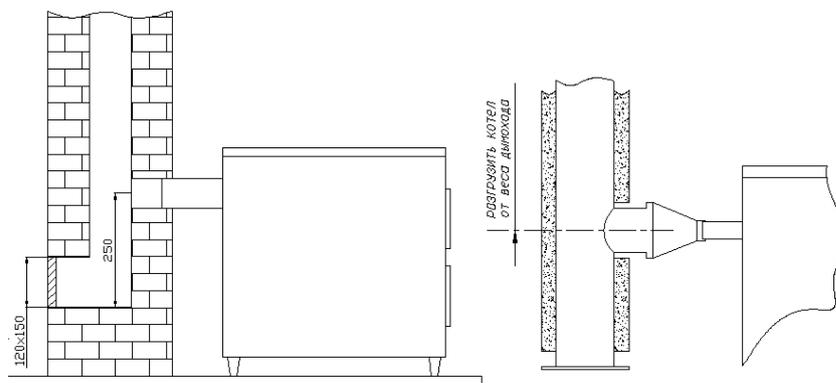

Рисунок 2 – Схема соединения котла с кирпичной (а) и стальной (б) дымовой трубой.
7.4. Соединение котла с дымовой трубой осуществляется с помощью дымохода (см. рис. 2; 3) и при необходимости, переходника изготовленного из жаропрочной стали. Сечение переходника не должно быть меньше выходного сечения дымохода котла. Переходник должен плотно обхватывать наружную поверхность дымохода. Переходник и трубы стального дымохода должны быть составлены и надеты так, чтобы избежать соскальзывание. **Соединение дымохода котла с переходником и переходника с дымовой трубой должно быть выполнено ТОЛЬКО РАЗЪЁМНЫМ и ГЕРМЕТИЧНЫМ.**
9.8. Схема установки котла представлена на рис. 2; 3.